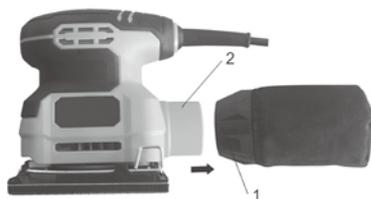

Fig. 2
1. Appuyez sur les côtés de la boîte à poussière (1) et retirez-la de l'arrière de la ponceuse (2) (Fig. 2).